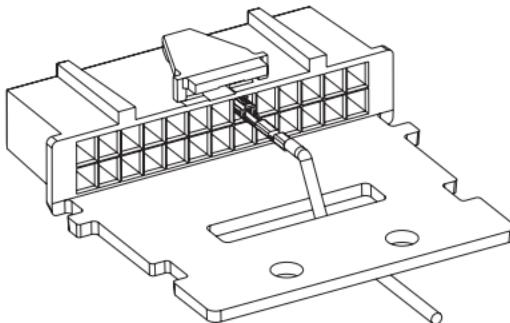

Abb. 2a. Zugentlastung
2. Führen Sie den Draht mit Kontaktstift wie in Abb. 2a gezeigt durch den Anschlussstecker. Sind mehrere Zubehörteile an das Funkgerät angeschlossen, verfahren Sie bitte wie in Abb. 2b gezeigt und sichern das Kabel mit einem Kabelbinder.